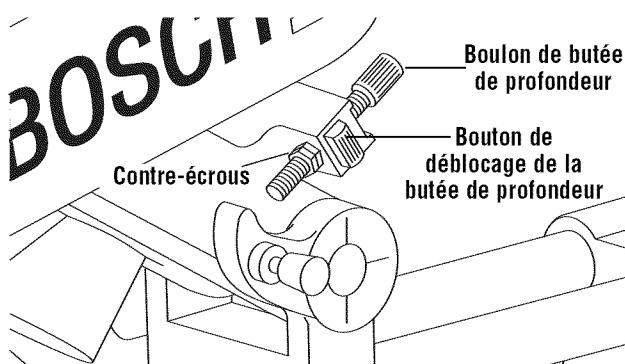

Figure 13. Réglage de profondeur
- 1. Desserrez et tournez les deux contre-écrous pour les amener juste à l'extrémité du filetage du boulon de butée de profondeur (Figure 13).
2. Enfoncez le bouton de déblocage de la butée de profondeur et tirez sur celle-ci jusqu'à ce que les écrous touchent le dessous de son support (Figure 13).